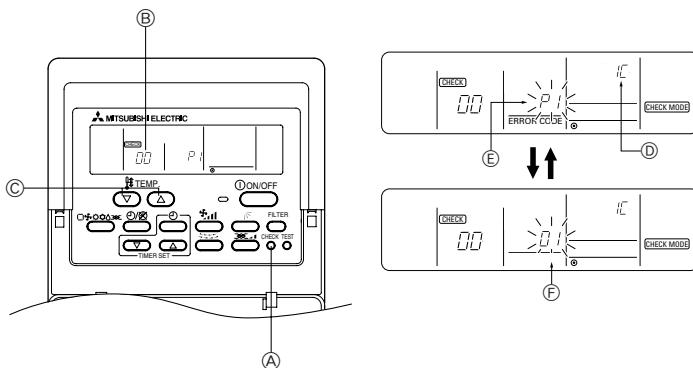

Fig. 7-2
7.3.1. Para el controlador remoto cableado (Fig. 7-2)
- ① Encienda el aparato.
- ② Pulse el botón [CHECK] dos veces.
- ③ Ajuste la dirección del refrigerante mediante el botón [TEMP] si utiliza un control de sistema.
- ④ Pulse el botón [ON/OFF] para terminar el autotest.